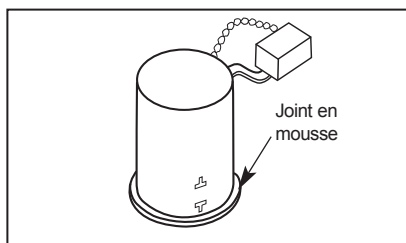

Figure 3
Étape 2. Placer le joint en mousse sur la bague en métal du boîtier (Fig 3).